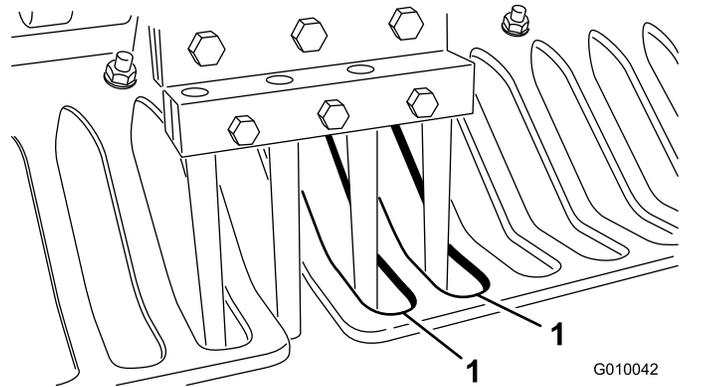

Figure 26
7. Vérifiez que les louchets sont bien centrés entre les jours dans les protège-gazon (Figure 26). Réglez les protège-gazon au besoin et serrez les écrous.